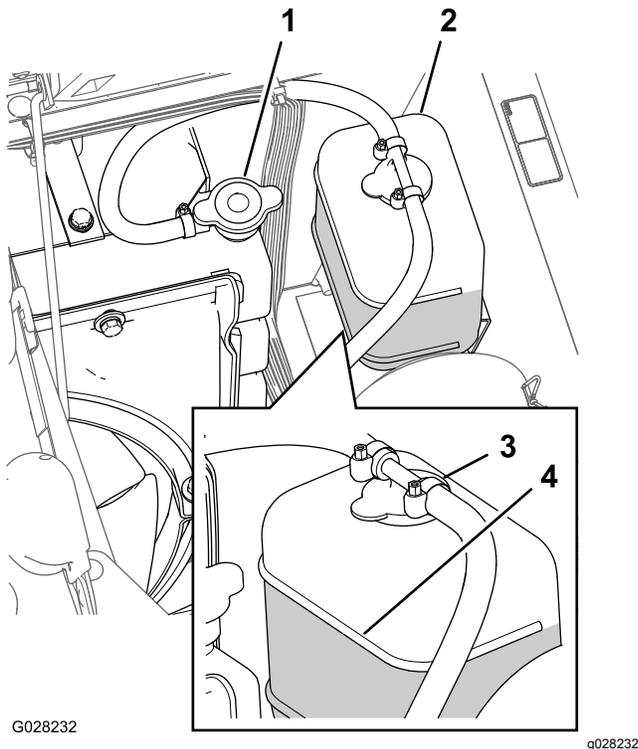

Figure 20
3. Retirez le bouchon du radiateur et le bouchon du vase d'expansion avec précaution (Figure 20).
**Remarque:** Le radiateur doit être rempli jusqu'en haut du goulot de remplissage et le vase d'expansion jusqu'au repère maximum (Figure 20).
5. Si le niveau de liquide de refroidissement est trop bas, enlevez le bouchon du vase d'expansion et le bouchon du radiateur. Remplissez le vase d'expansion jusqu'au repère du plein, et le radiateur jusqu'en haut du goulot de remplissage (Figure 20).
6. Remettez en place les bouchons du radiateur et du vase d'expansion (Figure 20).